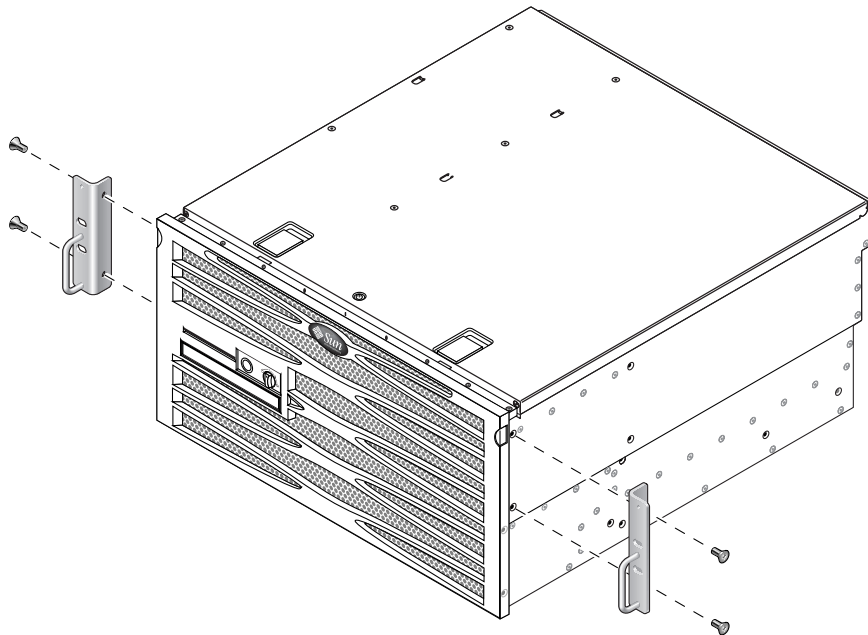

FIGURA 3-7 Fissaggio delle staffe di montaggio al server
2. Utilizzando quattro delle viti a testa piatta Phillips M5 × 8 mm (due per ciascuna staffa), fissare le staffe ai lati del server (FIGURA 3-7).